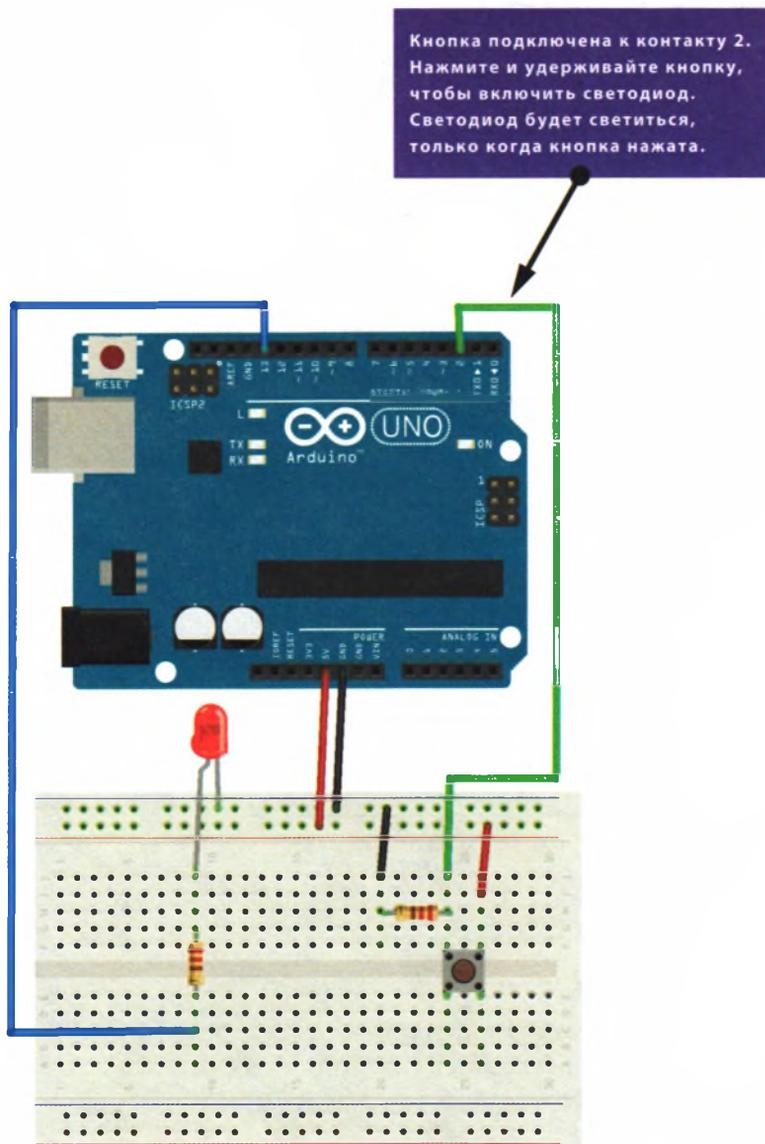

РИСУНОК 1.4
4. Убедитесь, что ваша цепь соответствует схеме на рис. 1.4, а затем загрузите код, приведенный в разделе «Скетч» далее в этом проекте.